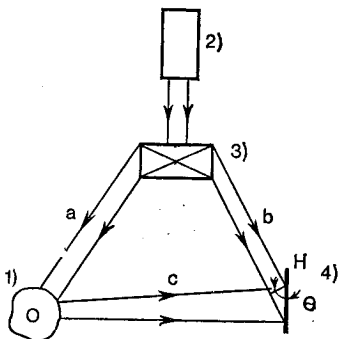

Fig. 8. Principe de la prise de vue holographique
Il est évident que si l'on se contente de disposer, à quelque distance de l'objet, une plaque photographique H (fig. 8), celle-ci va subir un noircissement sensiblement uniforme. La plaque est, en effet, un détecteur quadratique qui n'enregistre que l'énergie qu'elle reçoit.
3. En se guidant du schéma (fig. 8), expliquez le principe de la prise de vue holographique.